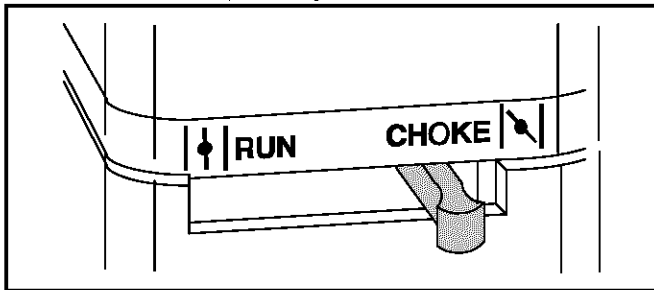

Figura 10
- Cambie la palanca de obturación a la posición CHOKE (obturación). (Si el motor está tibio la obturación puede no ser necesaria). Ver Figura 10.